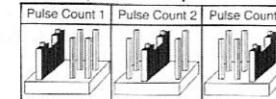

Fig. 1
**Einstellung des Impulszählers:** Der Impulszähler regelt die Anzahl von Impulsen, die erkannt werden müssen, bevor der Melder das Alarmrelais öffnet. Die Einstellung des Impulszählers kann über die jeweilige Jumperstellung verändert werden (Fig. 1). Werkseinstellung ist Impulswahl 2.